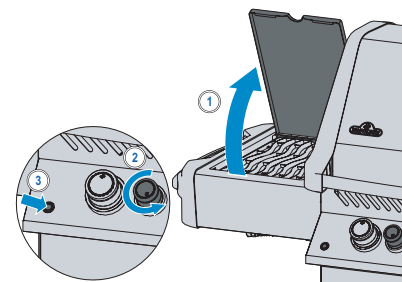

Fig. 2
4. Jeśli palnik nie zapali się - przekręcić pokrętko sterujące palnika zgodnie z ruchem wskazówek zegara do pozycji WYŁ (OFF). Odczekać 5 minut. Powtórzyć kroki 2 i 3. (Rys. 2)